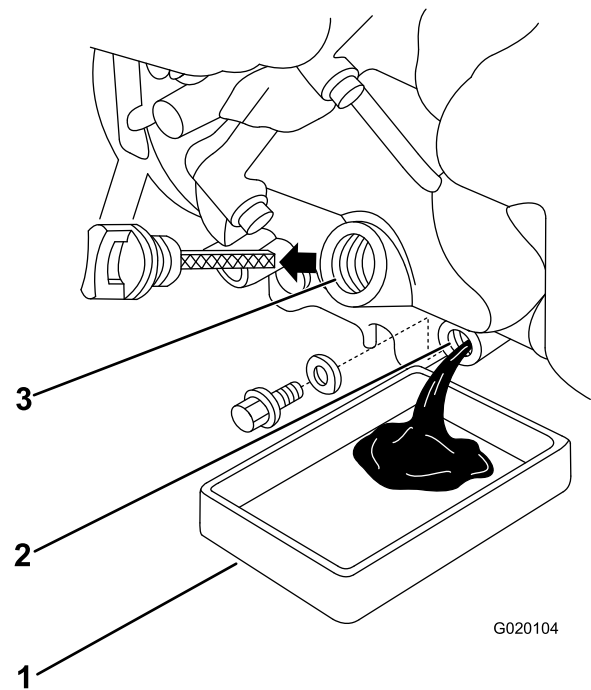

Figura 22
2. Tenga preparado un embudo para colocarlo debajo del tapón de vaciado, retire el tapón y coloque el embudo debajo del tapón para guiar el aceite hacia el recipiente (Figura 22).